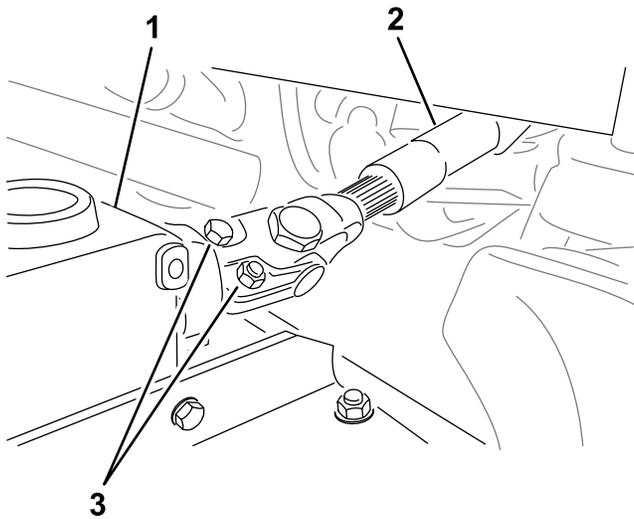

Figure 4
3. Glissez la chape de l'arbre de PDF sur l'arbre du boîtier d'engrenages et fixez les arbres ensemble avec 2 boulons et écrous insérés en sens opposé l'un à l'autre (Figure 4).
4. Serrez les boulons et les écrous (Figure 4) ; voir le *Manuel de l'utilisateur* pour les couples de serrage spécifiés.